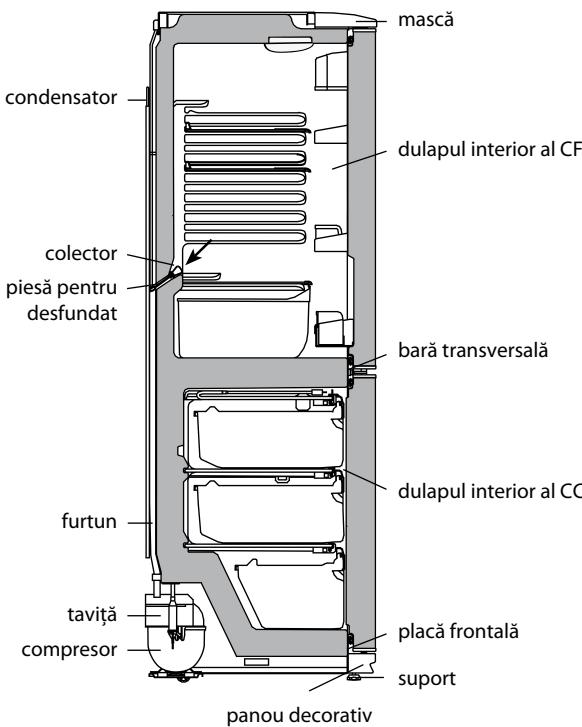

Figura 4 – Schema scurgerii apei rezultate în urma topirii din CF
2.2.1 În CF se folosește un sistem automat de dezghețare. Bruma, care apare pe peretele din spate al CF, după deconectarea compresorului care lucrează în ciclu, se topește și se transformă în picături de apă. Picăturile de apă rezultată în urma topirii se scurg în colector, apoi prin gaura acestuia și prin furtun – în taviță de pe compresor, în conformitate cu figura 4 și se evaporă. Gaura colectorului este dotată cu o piesă pentru prevenirea înfundării sistemului de drenaj.
Prezența apei în colector indică înfundarea sistemului de drenaj. Pentru eliminarea înfundării folosiți piesa corespunzătoare și curățați gaura colectorului, astfel ca apa să se scurgă liber în taviță, apoi spălați piesa și instalați-o în conformitate cu figura 4.
Apa care a apărut pe fundul CF sau care a ajuns în locul de alăturare a barei transversale și a dulapului interior al CF, în conformitate cu figura 4, poate provoca coroziunea dulapului exterior al frigiderului și elementelor agregatului frigorific, defectarea izolației termice, formarea crăpăturilor dulapului interior și defectiunea frigiderului.
SE INTERZICE să decongeleți congelatorul fără utilizarea elementului pentru drenare. Apa rezultată în urma topirii care se scurge din cameră afară de elementul pentru drenare, pătrunzând în locul de alăturare a plăcii frontale la dulapul interior în conformitate cu figura 4, poate